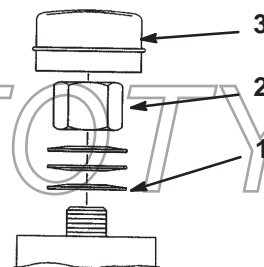

Figure 47
2. Retirez le capuchon anti-poussière de la roue et serrez le contre-écrou (Fig. 47).
3. Continuez de le serrer jusqu'à ce que les rondelles élastiques soient aplaties, puis desserrez-le de 1/4 de tour pour obtenir la précharge correcte des roulements (Fig. 47).
Important Veillez à installer les rondelles comme illustré à la Figure 47.